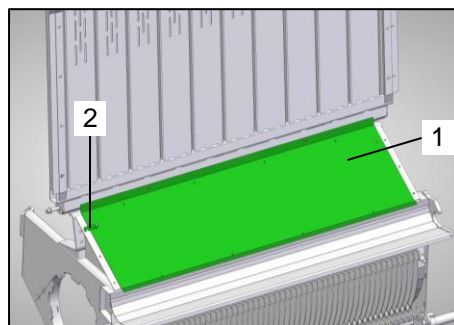

Bild 24: Förderkanal Abdeckung
- Setzen Sie die Abdeckung (Bild 24 / Pos.1) über dem Förderkanal ein
- Lösen Sie die Schrauben in unmittelbarer Nähe zu den beiden Verschlusshaken (Bild 24 / Pos.2) an den seitlich angrenzenden Blechen.
- Legen Sie die Verschlusshaken (Bild 24 / Pos.1) um, sodass diese die Schrauben umfassen.